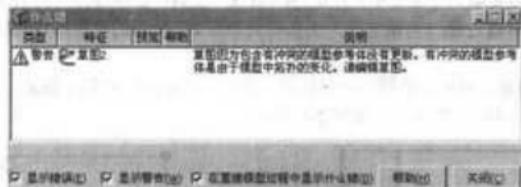

图2-9 警告框
(10) 在特征管理器设计树中选取“切除-拉伸2”特征，并按住鼠标左键将其拖动到“切除-拉伸1”的前面，系统显示警告框，如图2-9所示。